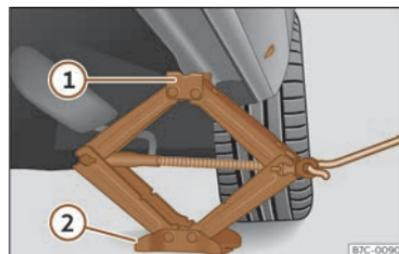

Fig. 217 Longherone: posizionamento del cric del veicolo.
- Ruotare la manovella del cric, posto sotto il punto di appoggio del longherone, per alzarlo finché la linguetta ① >>> fig. 217 non avrà raggiunto l'alloggiamento previsto.
- Allineare il cric in modo tale che la linguetta ① "si agganci" nell'apposito alloggiamento del longherone e la piastra mobile ② resti appoggiata a terra. La piastra ② deve cadere sul lato verticale rispetto al punto di appoggio ①.